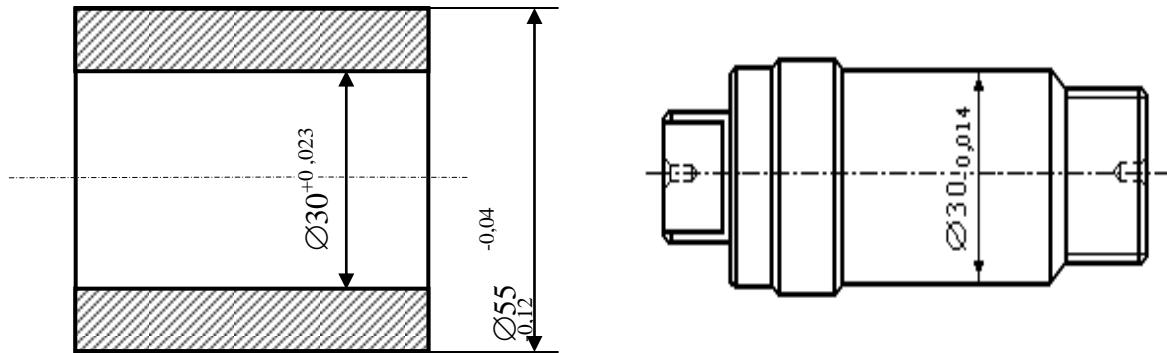

Рисунок 3.31
8. Для чистового обтачивания наружной поверхности втулки $\varnothing 55^{-0,04}_{-0,12}$ мм, имеющей центральное отверстие $\varnothing 30^{+0,023}$ мм, спроектирована оправка с посадочной поверхностью $\varnothing 30_{-0,014}$ мм. Определить погрешность базирования (рисунок 3.31).